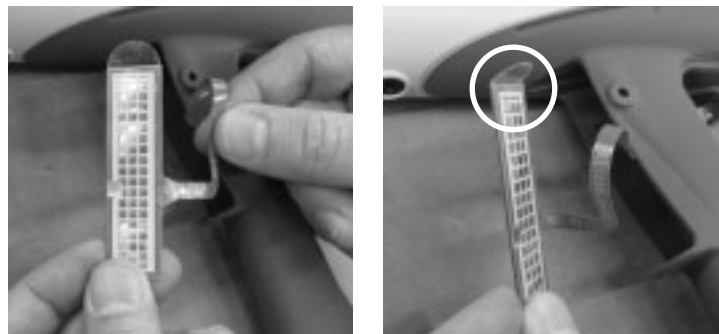

Figure 6-10 Pose du commutateur de gâchette – Étape 3
3. Voir la Figure 6-10. Redresser le câble plat, puis plier la languette en haut du commutateur de manière à ce qu'elle soit perpendiculaire à ce dernier.